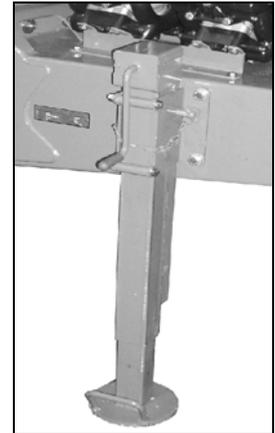

図 53
- 機械の連結を解除して、サポートスタンドを差し込んだ状態 (図 53)。